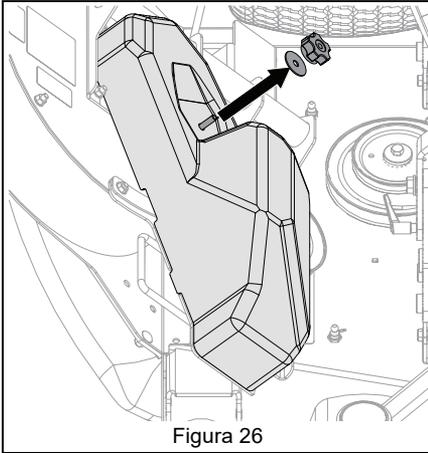

Figura 26
1. Quite la tuerca de mariposa y la arandela de la tapa del soplador. Quite la tapa y conserve todas las piezas para más tarde. Consulte Figura 26.